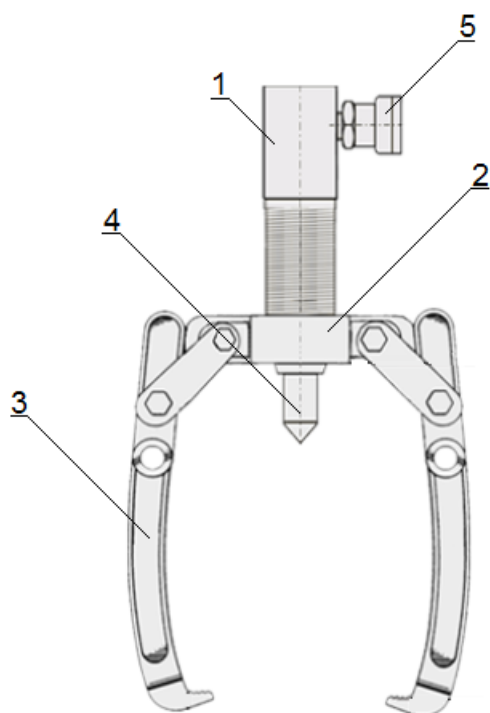

Рисунок 1
Съёмник состоит (см. рис. 1) из гидравлического домкрата (1), траверсы (2), системы захватов (3), наконечника (4). Подключение домкрата к источнику давления производится через полумуфту быстроразъёмного соединения (5).